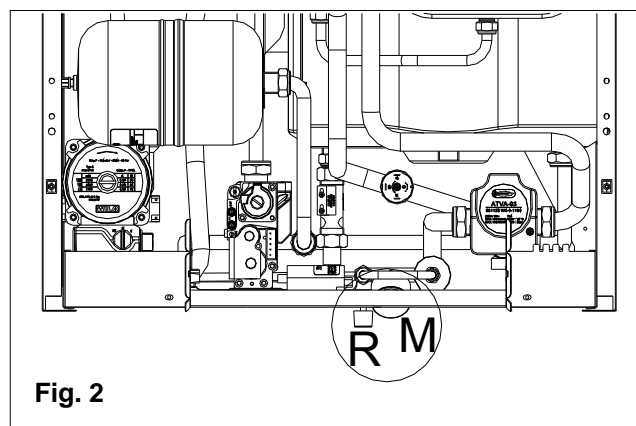

Fig. 2
- ouvrir également le robinet de remplissage R (Fig.2).
- au moyen du manomètre M (Fig.2), contrôler que la pression de l'installation soit de 1 bar et que le code H20 n'apparaisse pas sur l'écran du tableau de commande.